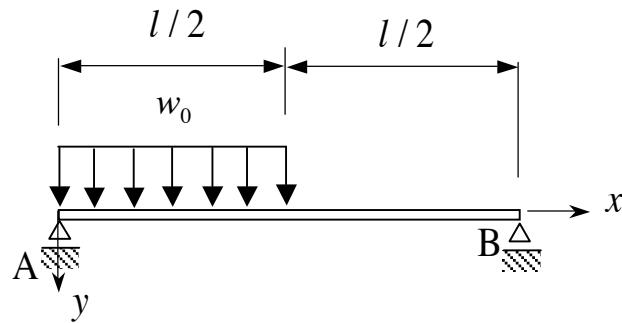
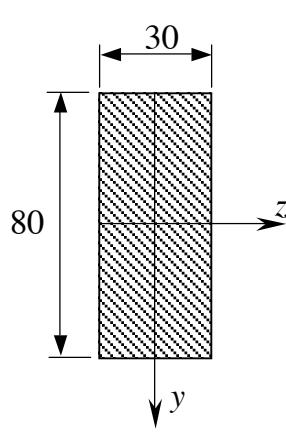
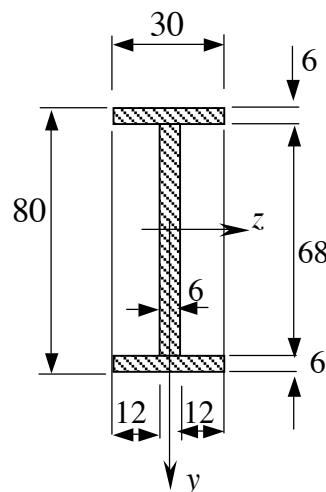

図 10 部分的に等分布荷重  $w_0$  を受ける単純はり
図 11 矩形断面（寸法単位 mm）
図 12 I 型断面（寸法単位 mm）
29. 図 10 に示すような一部に等分布荷重  $w_0$  を受ける単純はりがある。図中に示すように、断面の位置を表すための座標  $x$  は、A 点を原点として右向きに設定するものとする。以下の問い合わせに答えよ。
- (1) どのような支点反力が作用するか図示し、それらの値を求めよ。
- (2) このはりに作用するせん断力と曲げモーメントについて以下の問い合わせに答えよ。
- (3)  $l = 1000 \text{ mm}$ ,  $w_0 = 5 \text{ N/mm}$  である場合について以下の問い合わせに答えよ。
- (c) 図 11 と図 12 に示される断面の中立軸回りの断面 2 次モーメントをそれぞれ求めよ。
- (d) 図 10 のはりの断面が図 11 の形状であるとき、はりに作用する最大の曲げ応力値  $\sigma_{\max}$  を求めよ。また、同じくはりの断面が図 12 の形状であるときの  $\sigma_{\max}$  を求めよ。